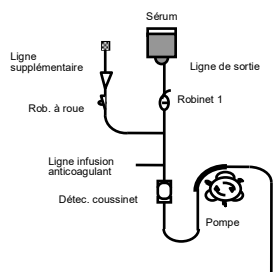

Fig.1
- 3) Fixer le circuit sur la pompe péristaltique, sur l'emplacement prévu à cet effet, et le détecteur de coussinet dans l'unité de détection de coussinet (Fig.1).